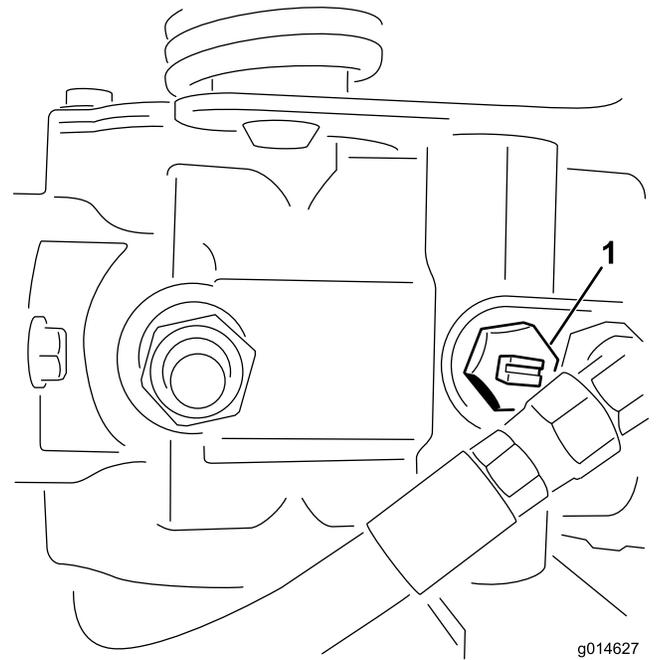

Рисунок 28
1. Найдите на насосе перепускной клапан и поверните его так, чтобы паз был вертикален (Рисунок 28).
2. Перед запуском двигателя закройте перепускной клапан, повернув его так, чтобы паз находился в горизонтальном положении (Рисунок 28).